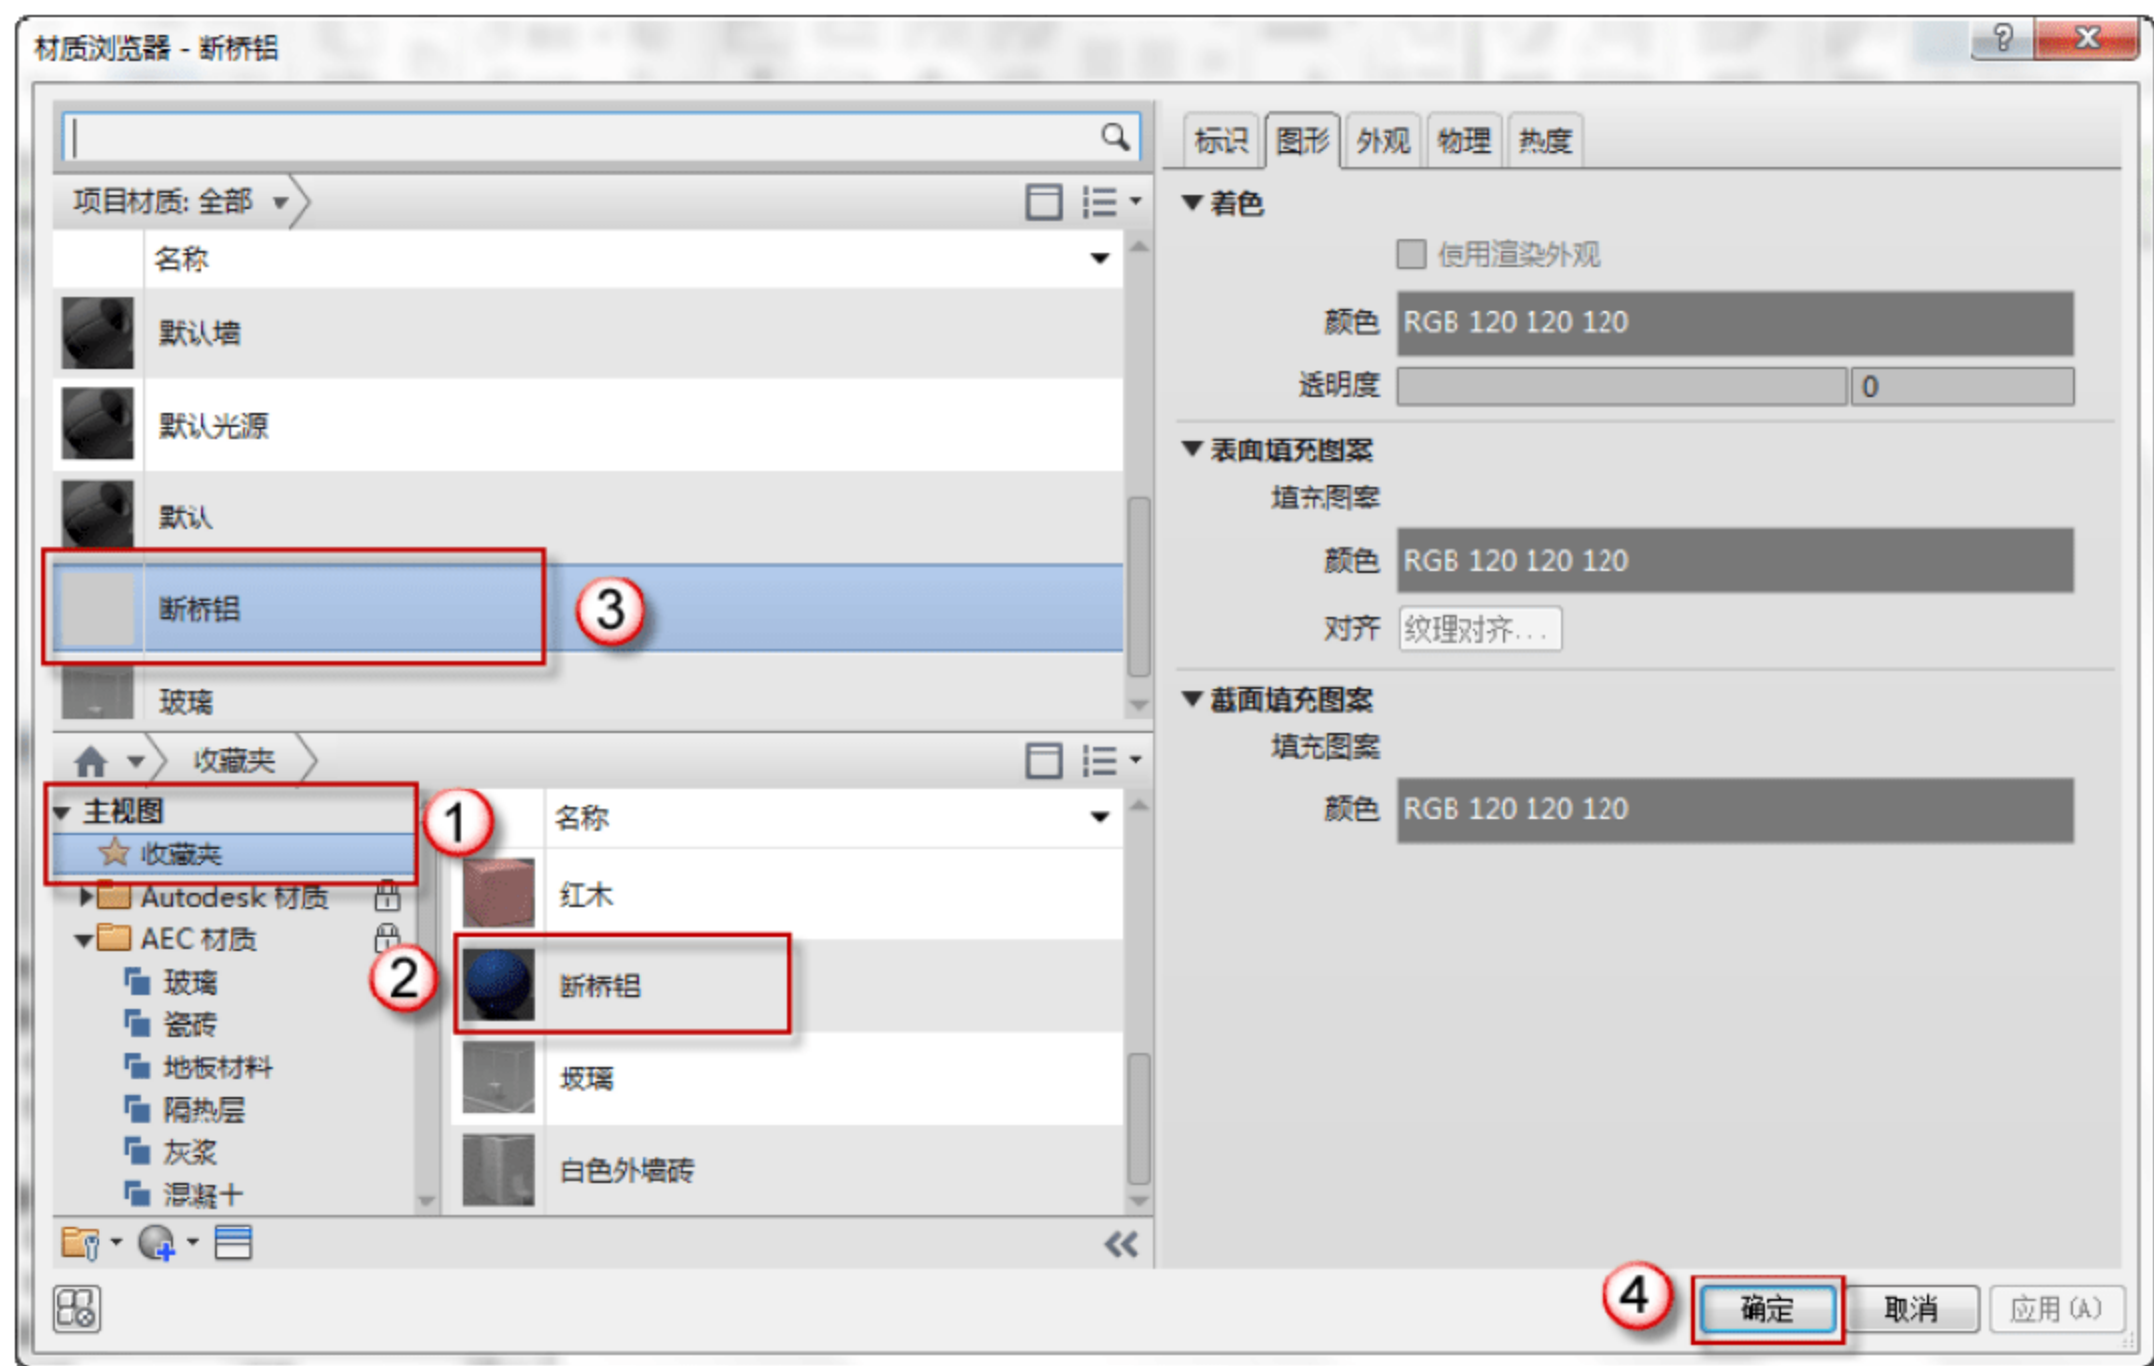

图 7.2.13 添加“断桥铝”材质
(12) 添加“断桥铝”材质。单击“族类型”按钮,弹出“族类型”对话框,单击“材质和装饰”栏“门窗框材质”后的“<按类别>”按钮,弹出“材质浏览器”对话框,选择“主视图”→“收藏夹”→“断桥铝”选项,双击“断桥铝”材质,单击“材质浏览器”对话框中的“确定”按钮,如图 7.2.13 所示。